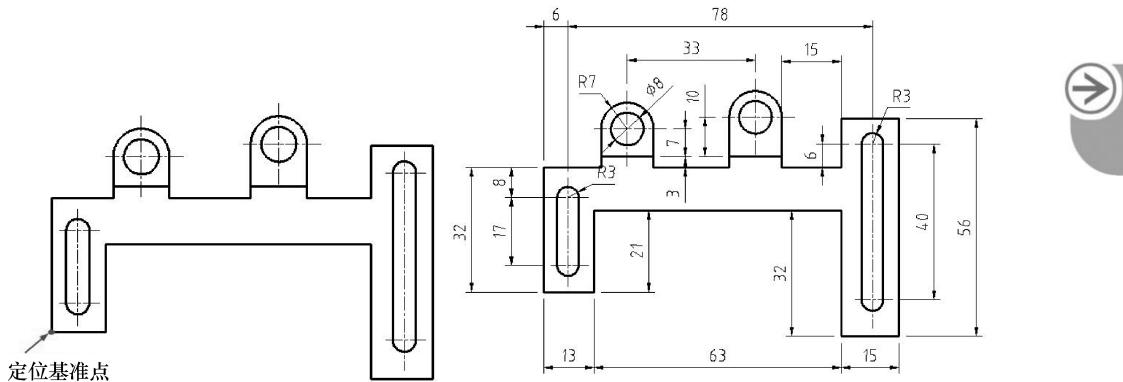

图 2-102 图形中有圆但圆心不能作为参考基准的情况
- 某些图形中有圆、圆弧或椭圆等，但不是测量基准，不足以作为参考基准使用，那么仍然以左下角点为参考基准中心，如图 2-102 所示。